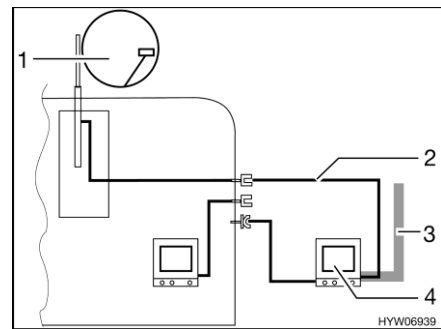

Fig. 223 TV en el área bajo el toldo
- TV en el área bajo el toldo (Fig. 223,4): Conexión a la antena del techo (Fig. 223,1) con el cable de conexión (Fig. 223,2)
- TV en el área bajo el toldo (Fig. 223,4): Conexión a antena externa (Fig. 223,3)